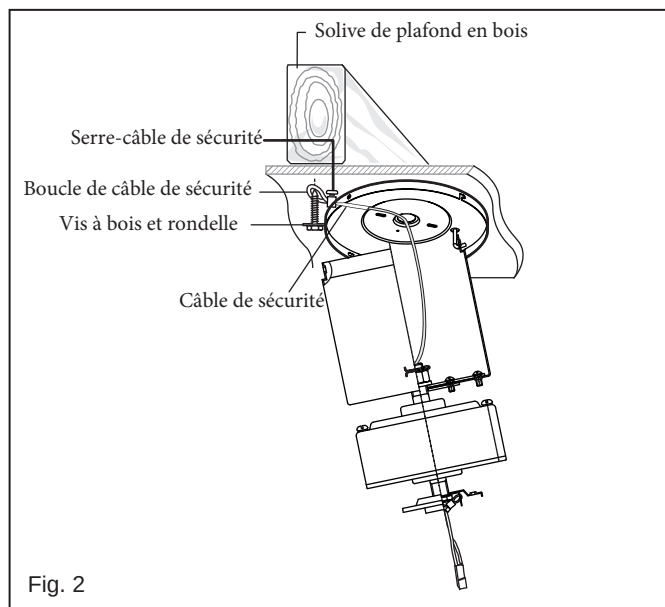

Fig. 2
Fixez la vis à bois et la rondelle plate à la solive de plafond comme illustré (ne serrez pas complètement). Faites glisser le serre-câble sur le câble de sécurité du ventilateur. Enroulez le câble de sécurité autour de la vis à bois qui vient d'être fixée à la solive du plafond. Faites passer l'extrémité du câble dans la pince et tirez autant de câble que possible. Serrez fermement la vis dans la pince. Coupez l'excédent de câble. (Fig. 2)
2. Effectuez les connexions des câbles entre le ventilateur et le récepteur. Pour ça étape utiliser le faisceau de 5 fils sur le récepteur. (Fig. 2)